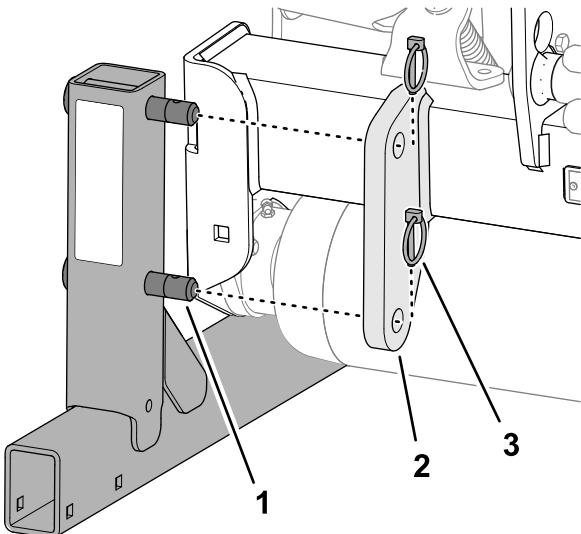

Bild 20
2. Entfernen Sie die beiden Klappstecker, mit denen der Ständer an der Ständerhalterung am Anbauvorrichtungsrahmen der Maschine befestigt ist (Bild 20).
5. Setzen Sie die Klappstecker (von den losen Teilen) während der Einlagerung in die Ständerstifte (Bild 20).